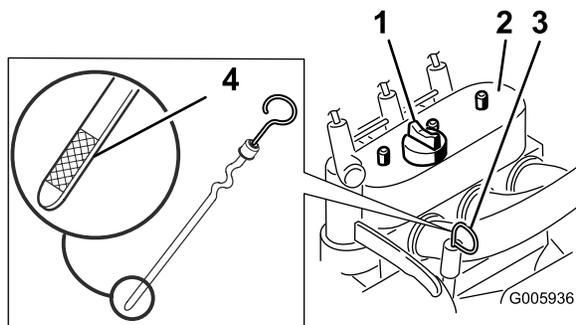

Figura 14
- Pulite attorno all'asta di livello (Figura 14).
- Estraete l'asta di livello dell'olio e pulite l'estremità metallica (Figura 14).
- Infilate fino in fondo l'asta di livello nel relativo tubo (Figura 14).
- Se il livello dell'olio è troppo basso, pulite l'area circostante il tappo di riempimento dell'olio e rimuovete il tappo (Figura 14).